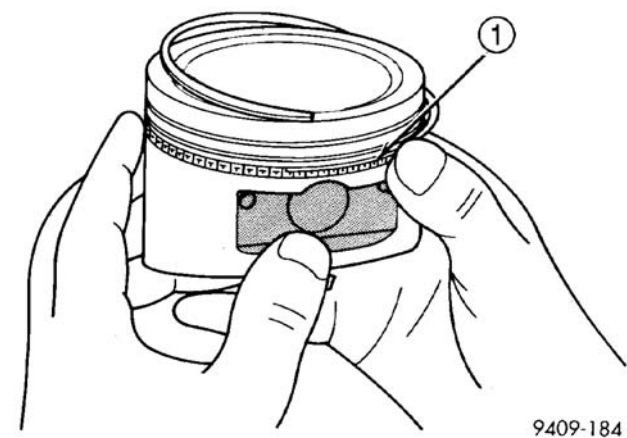

图 73 安装侧轨
(2) 将侧轨的末端置于活塞环凹槽及扩张器之间，安装侧轨。稳稳握住末端并压下要安装的部分直到侧轨定位。切勿使用活塞环扩张器(图 73)。